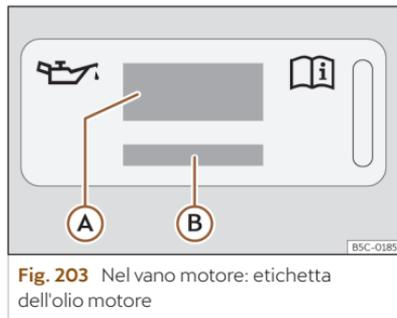
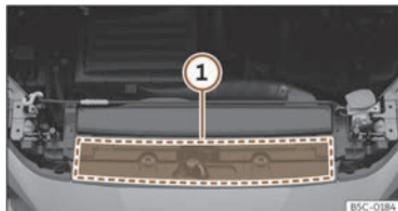

Fig. 203 Nel vano motore: etichetta dell'olio motore
Fig. 204 Nel vano motore: area di posizionamento dell'etichetta dell'olio motore
Legenda della >>> **fig. 203:**
Se è necessario rabboccare l'olio motore, utilizzare uno degli oli indicati sull'etichetta >>> **fig. 203**. L'etichetta con la norma prescritta si trova sulla parte anteriore del vano motore >>> **fig. 204** ①. Se si utilizza l'olio motore consigliato, è possibile correggere il livello di riempimento tutte le volte che è necessario.
- Se manca l'etichetta con le specifiche dell'olio motore >>> **fig. 203**, rivolgersi a un'officina specializzata.